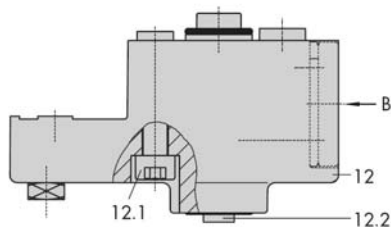

图 5 · 直接装配-240、350 和 700cm² 的 3277 型气动执行器的信号压力连接
1. 将安装夹具 (3) 装到执行器杆上, 对齐并用螺钉拧紧固定, 并确保螺钉拧在执行器杆的凹槽里。
2. 安装底板。将底板 (10) 切口的狭窄侧 (图 5, 左边) 指向信号压力连接处。确保粘合的垫片 (14) 放好在执行器支架上。
3. 对于 700cm² 的执行器, 将定位器背面的反馈杆 **M** (1) 上的连接销钉 (2) 从位置 **35** 处取下, 再连接到销钉位置 **50** 处并固定。
6. 以垫圈 (16) 在连接块 (12) 侧面的突出部做标记, 确认所选的执行器故障-安全动作“执行器杆伸出”或“执行器杆缩回”的相应的符号是否已对准标记。若需要调整, 取下三颗固定螺钉和盖子, 将垫圈 (16) 旋转 180 度。旧型号的连接块 (图 5, 底部) 要求旋转切换板 (13), 使相应的执行器故障-安全动作符号对准标记。
7. 把连接块 (12) 及连带的密封环, 对准定位器和气动执行器支架。用固定螺钉 (12.1) 拧紧固定。对于故障-安全动作“执行器杆缩回”的执行器, 还需取下丝堵 (12.2) 并安装外接信号管。
8. 在支架另一侧安装盖板 (11)。确保排气塞向下, 以便在控制阀安装后能排出可能出现的冷凝水。